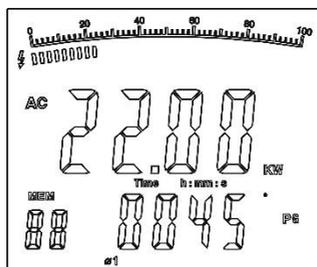

Figure 7
1. Appuyez sur la touche SEL pour choisir la phase première $\varnothing 1$, voyez la figure 7. Le doublé écran montre la valeur de puissance active kW et la valeur PG de la deuxième phase 1.